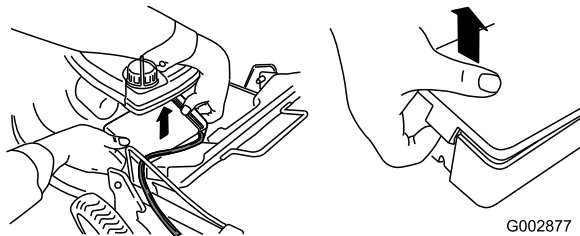

Figure 7
1. Dégagez les deux extrémités du couvercle de la batterie et retirez le couvercle (Figure 7).